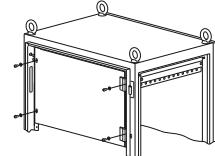

Рисунок 11
4.8.2 Приложите панель оперативную поворотную к вертикальным уголкам рамы под панели ЛГ/ЛМА на нужной высоте и закрепите четырьмя винтами M6×8 (рисунок 11).